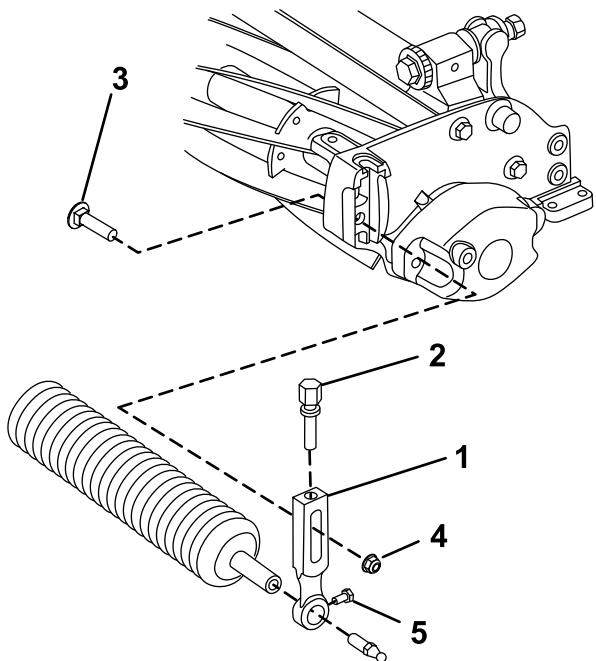

図 3
- 刈高アーム左右のどちらか1本をカッティングユニットのサイドプレート固定しているプラウボルトとフランジロックナットを外す図3。
- 刈高アームについているローラ取り付けねじをゆるめる図3。
- カッティングユニットの反対側で、刈高アームにローラシャフトをはめ込む図3。
- 刈高アームをローラシャフトにはめ込む図3。
- 先ほど外した刈高アームとボルト・ナットを使って、ローラをカッティングユニットに仮止めする図3。
- 調整ができたらローラ取り付けねじを締め付ける図3。